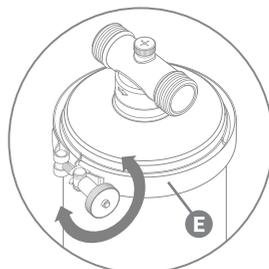
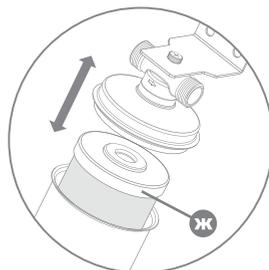

Рис. 9
Рис. 10
3. Отверните хомут (Е) (рис. 9) и отсоедините колбу от крышки, удалите картридж (Ж) (рис. 10).
5. Установите новый картридж внутрь колбы (рис. 10).
7. Установите колбу с картриджем на место (рис. 10) и затяните хомут (Е) (рис. 9). Для более надежного крепления хомутевого соединения, допускается его затяжка гаечным ключом 10 мм (или 12 мм).